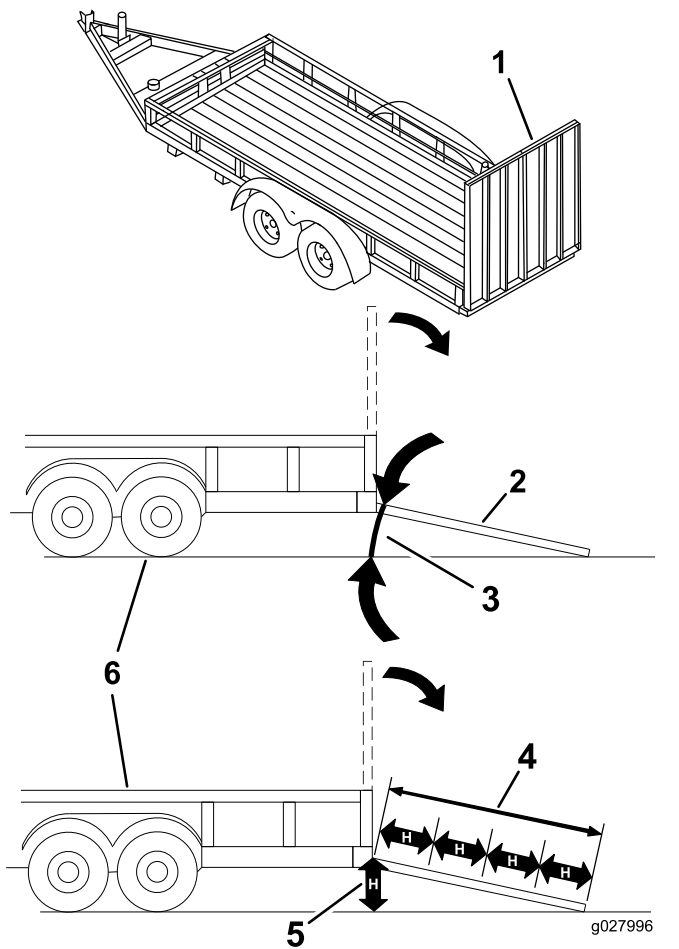

Figura 40
Quando si carica la macchina su un trailer o un autocarro si aumenta il rischio di ribaltamento, che può causare gravi ferite ed anche la morte (Figura 40).
3. Abbassate la rampa, assicurandovi che l'angolazione tra la rampa e il terreno non superi 15 gradi (Figura 40).
1. Abbassate la rampa, assicurandovi che l'angolazione tra la rampa e il terreno non superi 15 gradi (Figura 40).